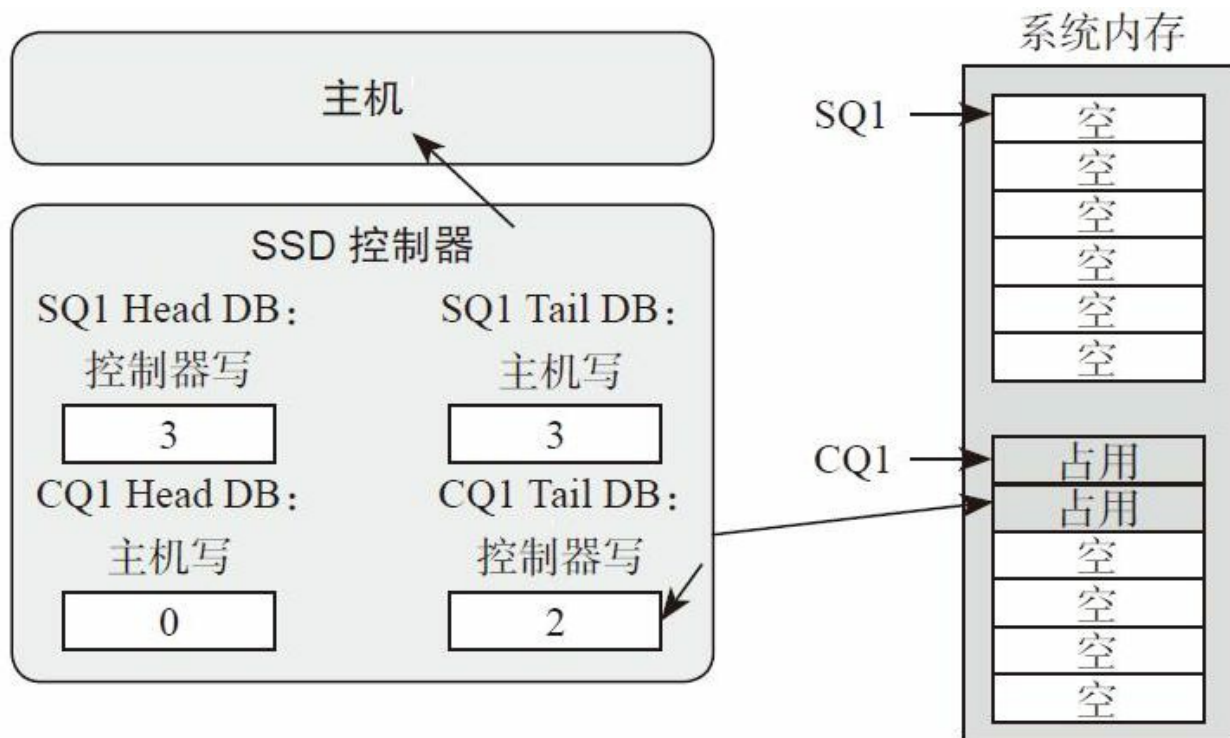

图6-17 SSD完成两个命令后写CQ
4) SSD执行完了两个命令，于是往CQ1中写入两个命令完成信息，更新CQ1对应的Tail DB寄存器，值为2。同时发消息给主机：有命令完成，请注意查看，如图6-17所示。